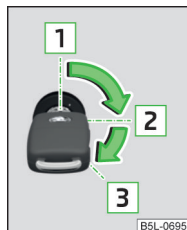

Fig. 120
Posizioni della chiave veicolo nel blocchetto di accensione » fig. 120
- › Ruotare la chiave in posizione » fig. 120 a pag. 96, ha luogo il processo di avviamento. Rilasciare la chiave, il motore si avvia in automatico.
- › Portare la chiave in posizione » fig. 120 a pag. 96.